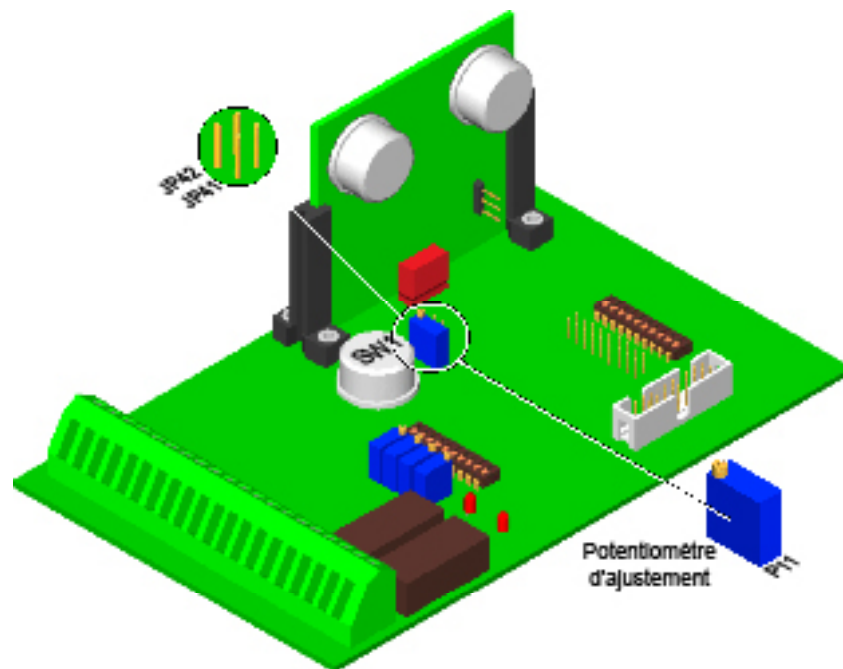

Bild 3–5 Position X-Koeffizient-Einstellelemente
4. Nach korrekter Positionierung des Mikroschalters SW1 das Potentiometer P11 so einstellen, dass die Ausgangsspannung $U_{E\ O/P}$ mit der Eingangsspannung $U_{O/P}$ übereinstimmt (Einstellwert 1 V, multipliziert durch den Koeffizienten X, alles mit einer Genauigkeit von $\pm 20\text{ mV}$). Alle Einstellelemente sind auf *Bild 3–5* ersichtlich.